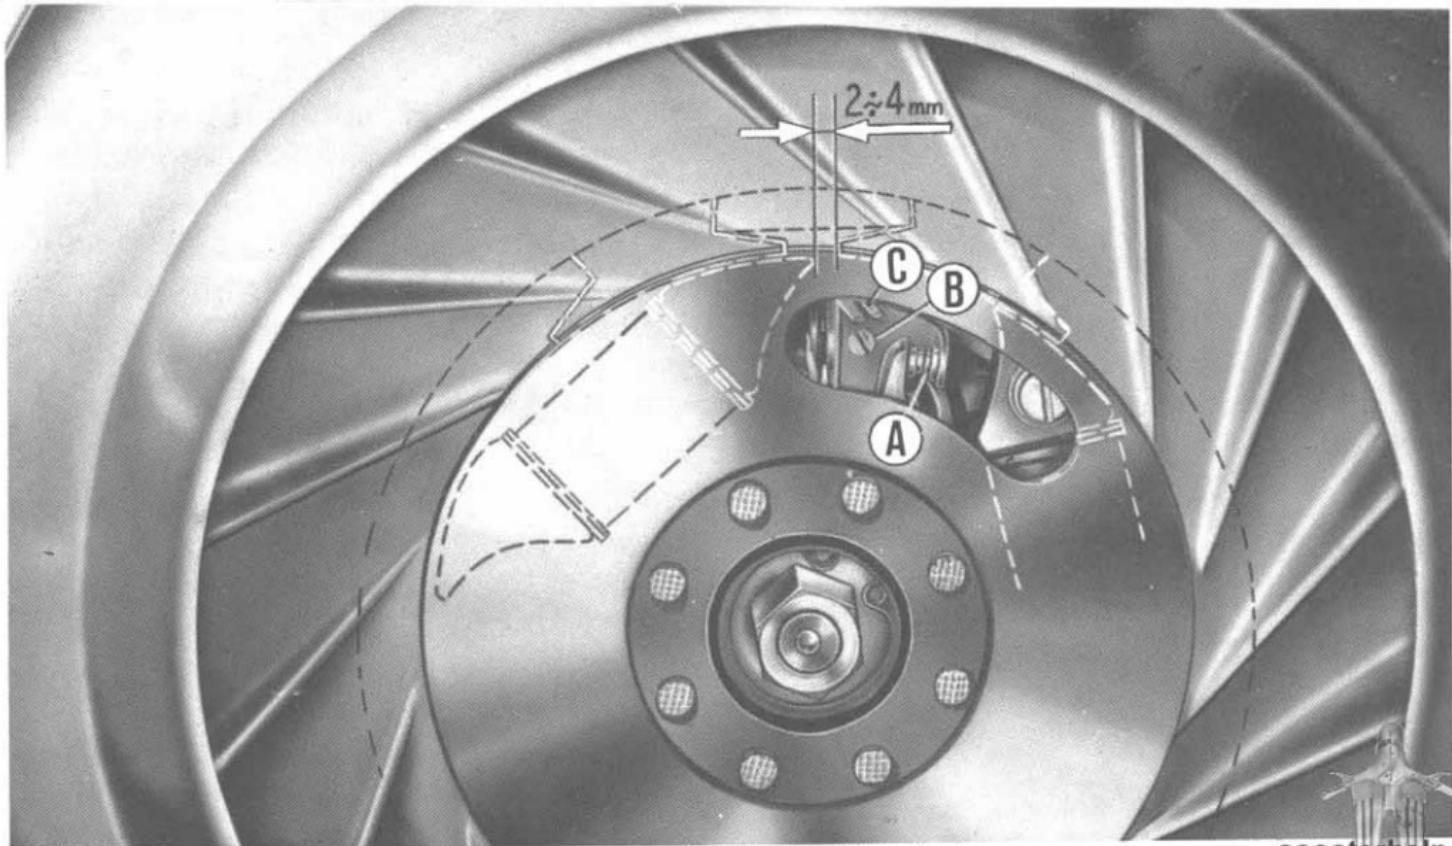

Fig. 18
- 1) Place the gear change in « neutral »; remove the rubber plug fitted on the flywheel magneto slot and rotate by hand the rotor until, through the slot, the contact breaker unit is discovered (fig. 18).
- 1) Placer le changement de vitesses « au point mort », ôter le bouchon en caoutchouc monté sur l'ouverture du rotor du volant et tourner à la main le rotor jusqu'à découvrir, à travers l'ouverture, l'ensemble du rupteur (fig. 18).
1) Poner el cambio en « punto muerto », quitar la tapa de goma aplicada sobre la abertura del rotor del volante y girar a mano hasta descubrir, a través de la abertura, el grupo ruptor (fig. 18).
3) - Clean, and if necessary, reset the contact breaker points (fig. 18). To avoid faulty ignition or other defects **consult your Service-Station for this operation.**
3) - Nettoyer et éventuellement régler les contacts du rupteur (fig. 18). Pour éviter des ennuis d'allumage il vaut mieux que cette opération soit effectuée par une **Station - Service.**
3) - Limpiar y de ser necesario ajustar los platinos del ruptor (fig. 18). Para evitar inconvenientes o irregularidades el encendido **recurrir a una Estación de Servicio**.